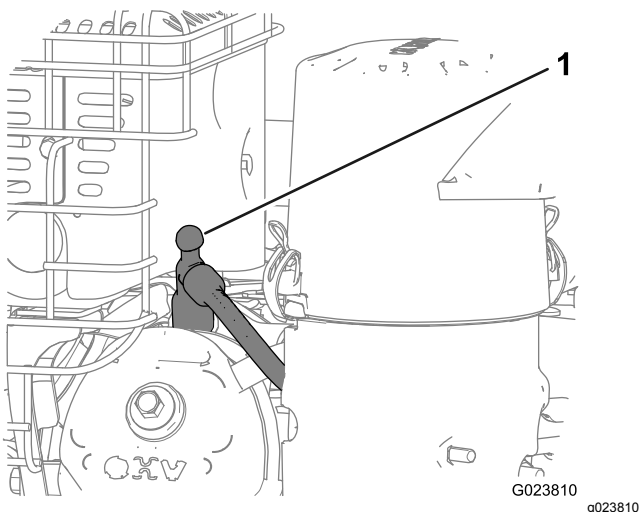

Figura 29
4. Desconecte el cable de la bujía, y mantenga el cable alejado de la bujía para evitar un arranque accidental (Figura 29).